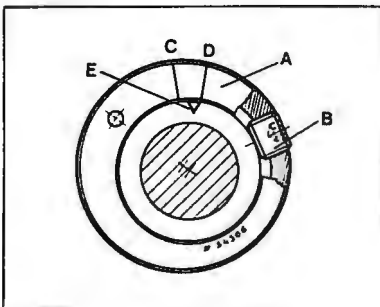
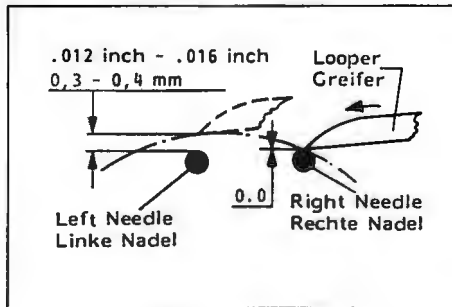

Fig.67
Fig.68
After loosening the eccentric set screw (B, Fig. 67) the eccentric (A) can be turned within the area of C and D to obtain a distance of 0.3 - 0.4 mm (.012 - .016 in.) (Fig. 68) between the left needle and looper point, when the looper moves from right to left. This adjustment is made at the factory. As a basic adjustment set mark (O) approx. to mark (E).
Nach Lösen der Schraube (B, Fig. 67) wird der Exzenter (A) im Bereich zwischen C und D so eingestellt, daß der Abstand zwischen der linken Nadel und der Greiferspitze 0,3 - 0,4 mm beträgt (Fig. 68), wenn der Greifer sich von rechts nach links bewegt. Diese Einstellung erfolgt im Werk. Als Grundeinstellung stellen Sie die Markierung (O) ungefähr auf (E).